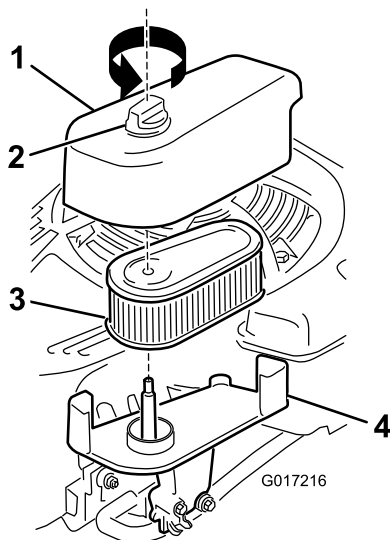

Figura 32
1. Afloje el cierre y retire la tapa (Figura 32).